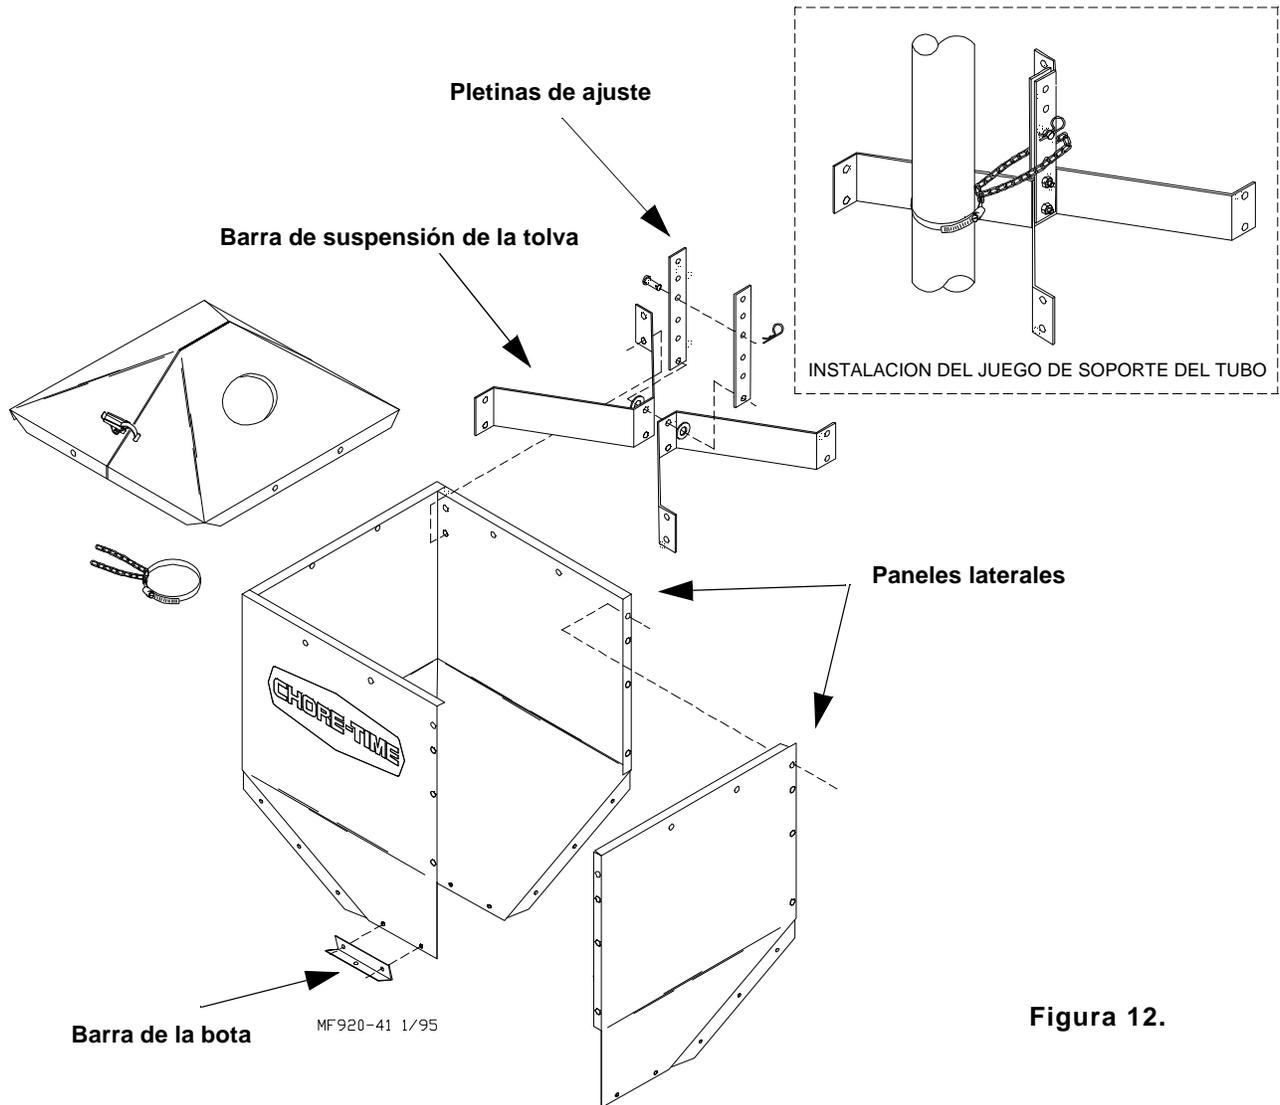

Figura 12.
1. Armar los paneles laterales de la tolva de 45 kg (100 lb), sin apretar, como se muestra en la **Figura 12**, usando pernos de 1/4-20 y tuercas hexagonales de 1/4-20 (suministrados en el juego de herrajes).
8. Instalar el juego de soporte del tubo, como se muestra en la **Figura 12**. El tubo de caída se suministra con el sistema de llenado.